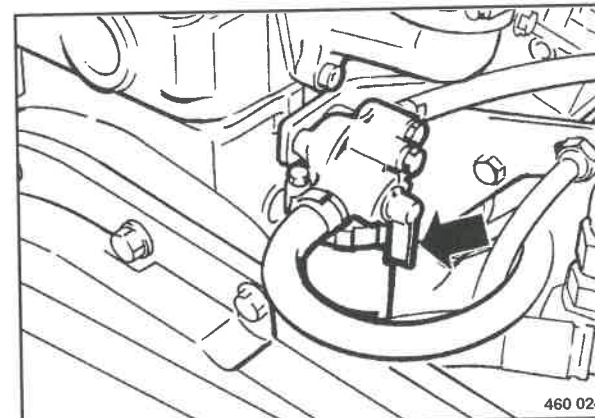

Fig. 40
- Controllare se la leva per l'interruzione dell'afflusso di carburante (Fig. 40) si trova in posizione verticale rivolta in basso.